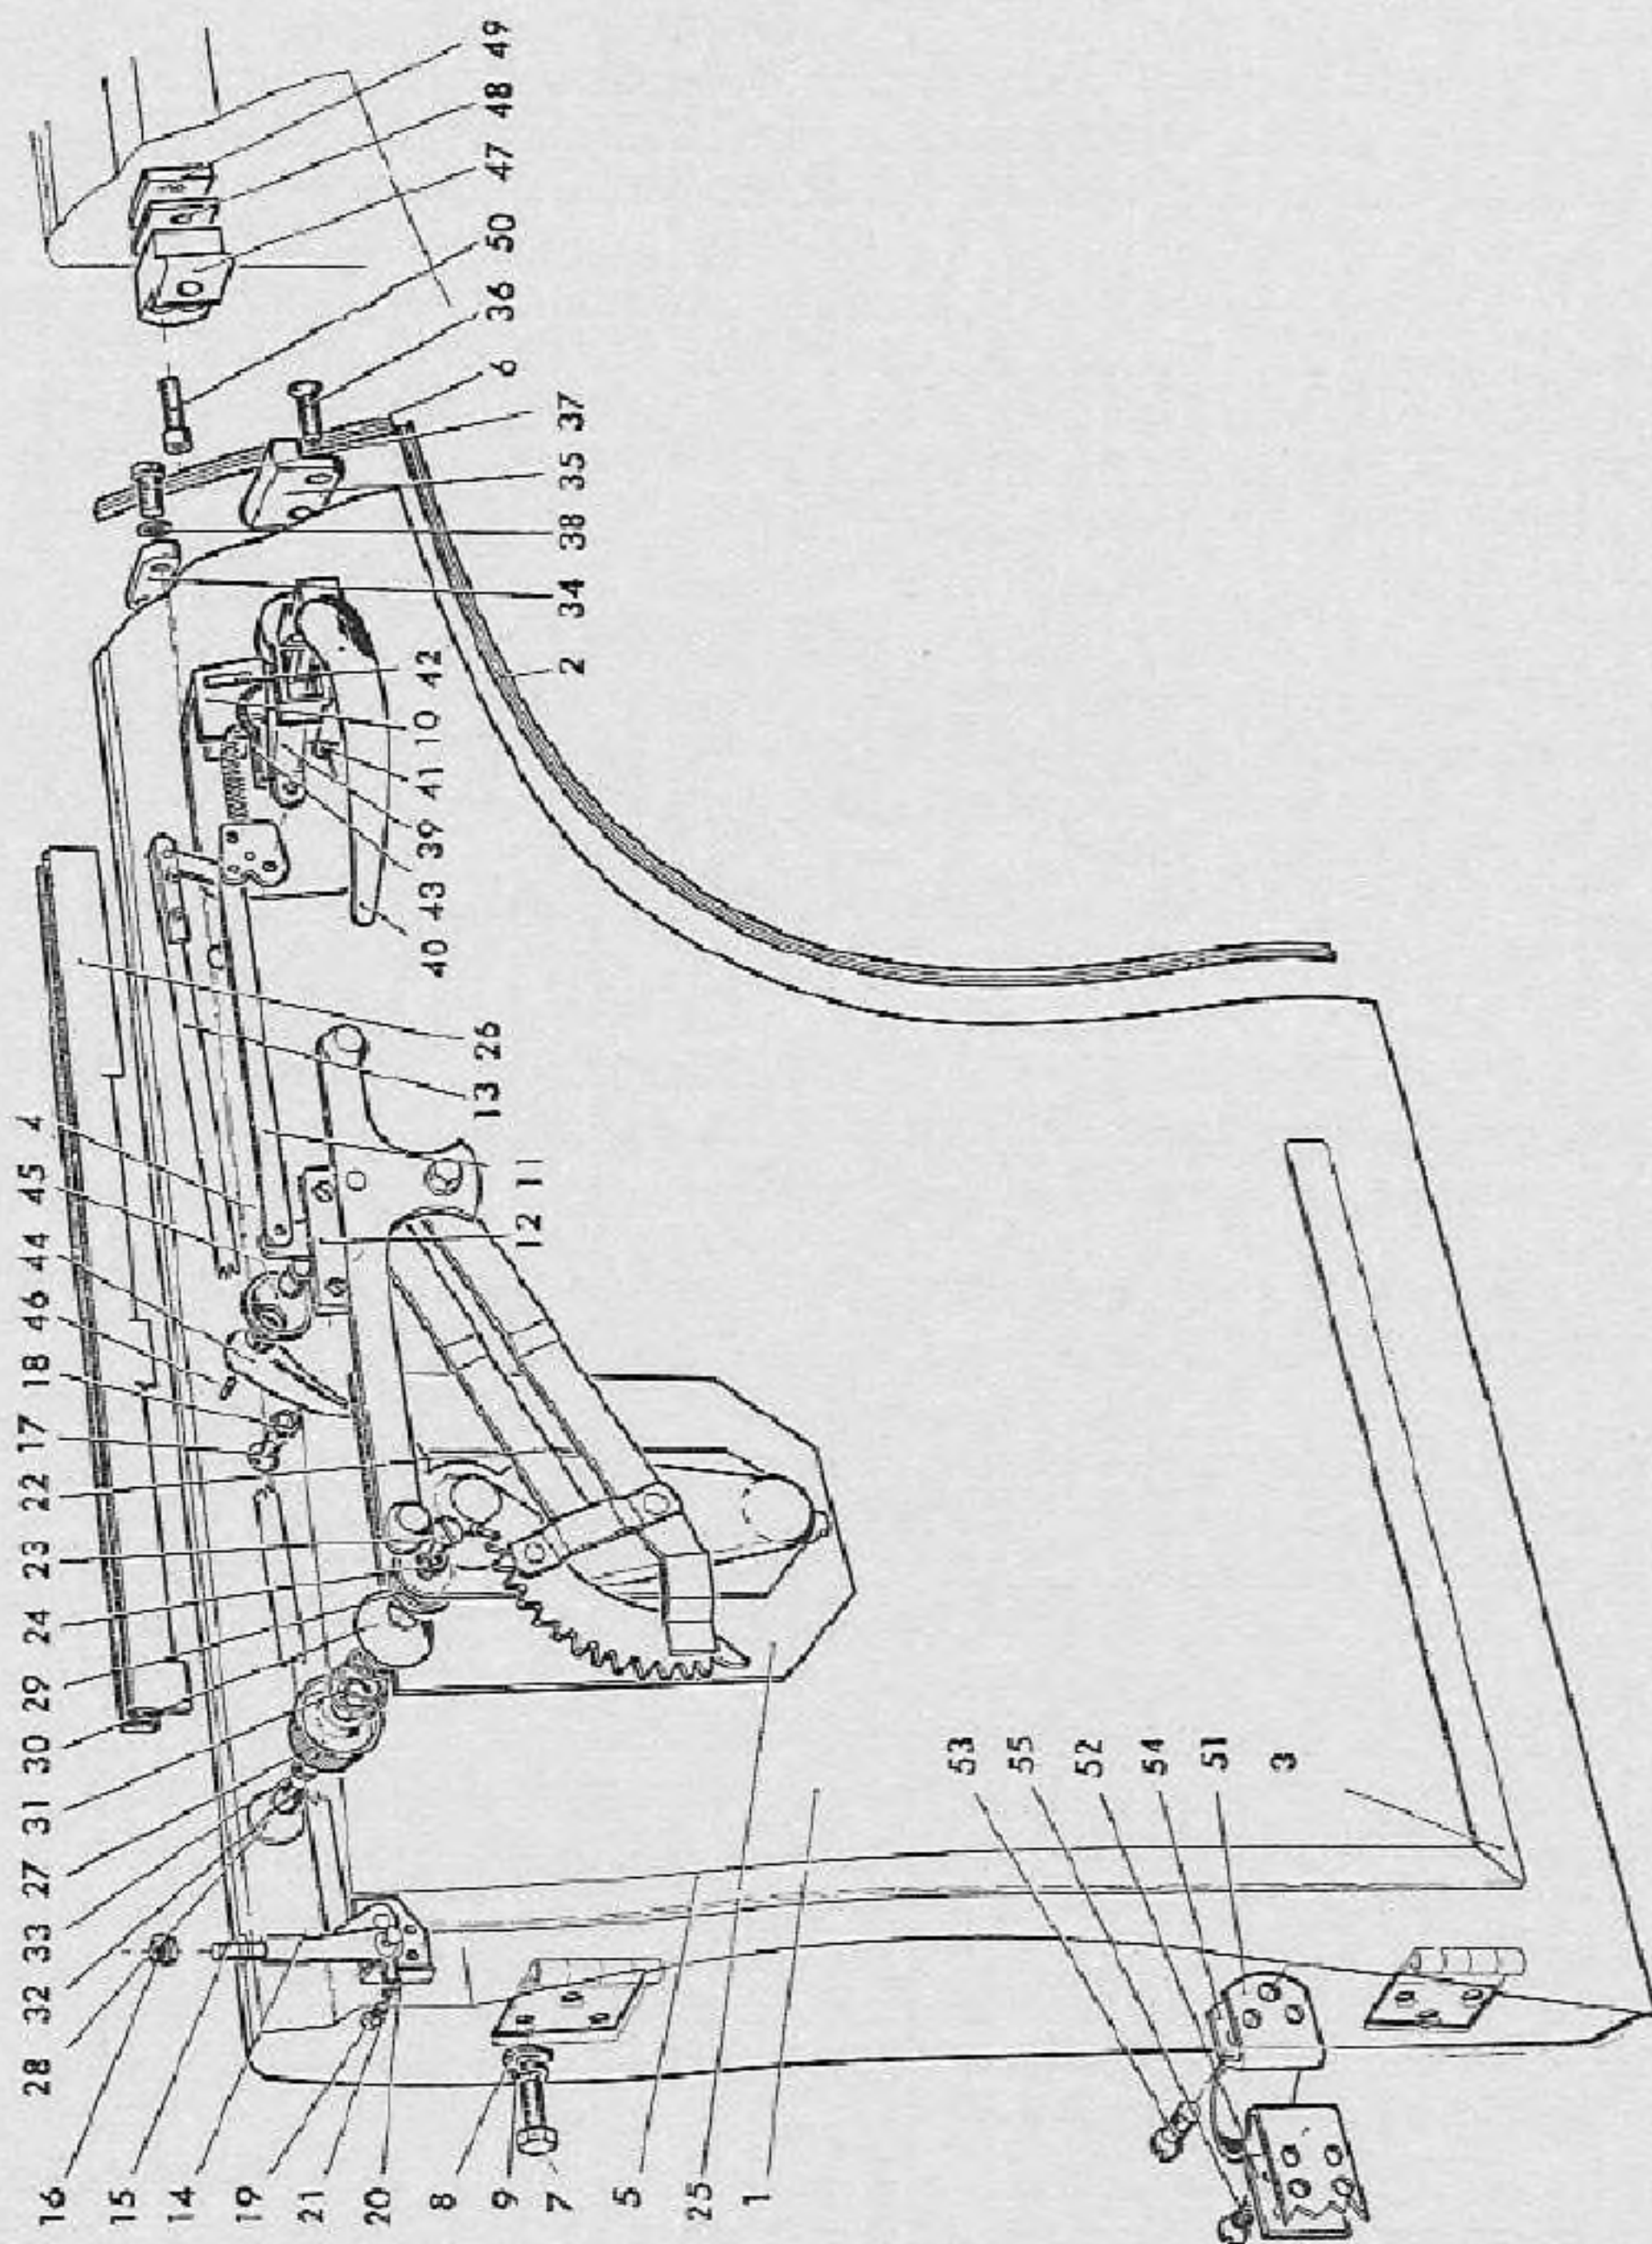
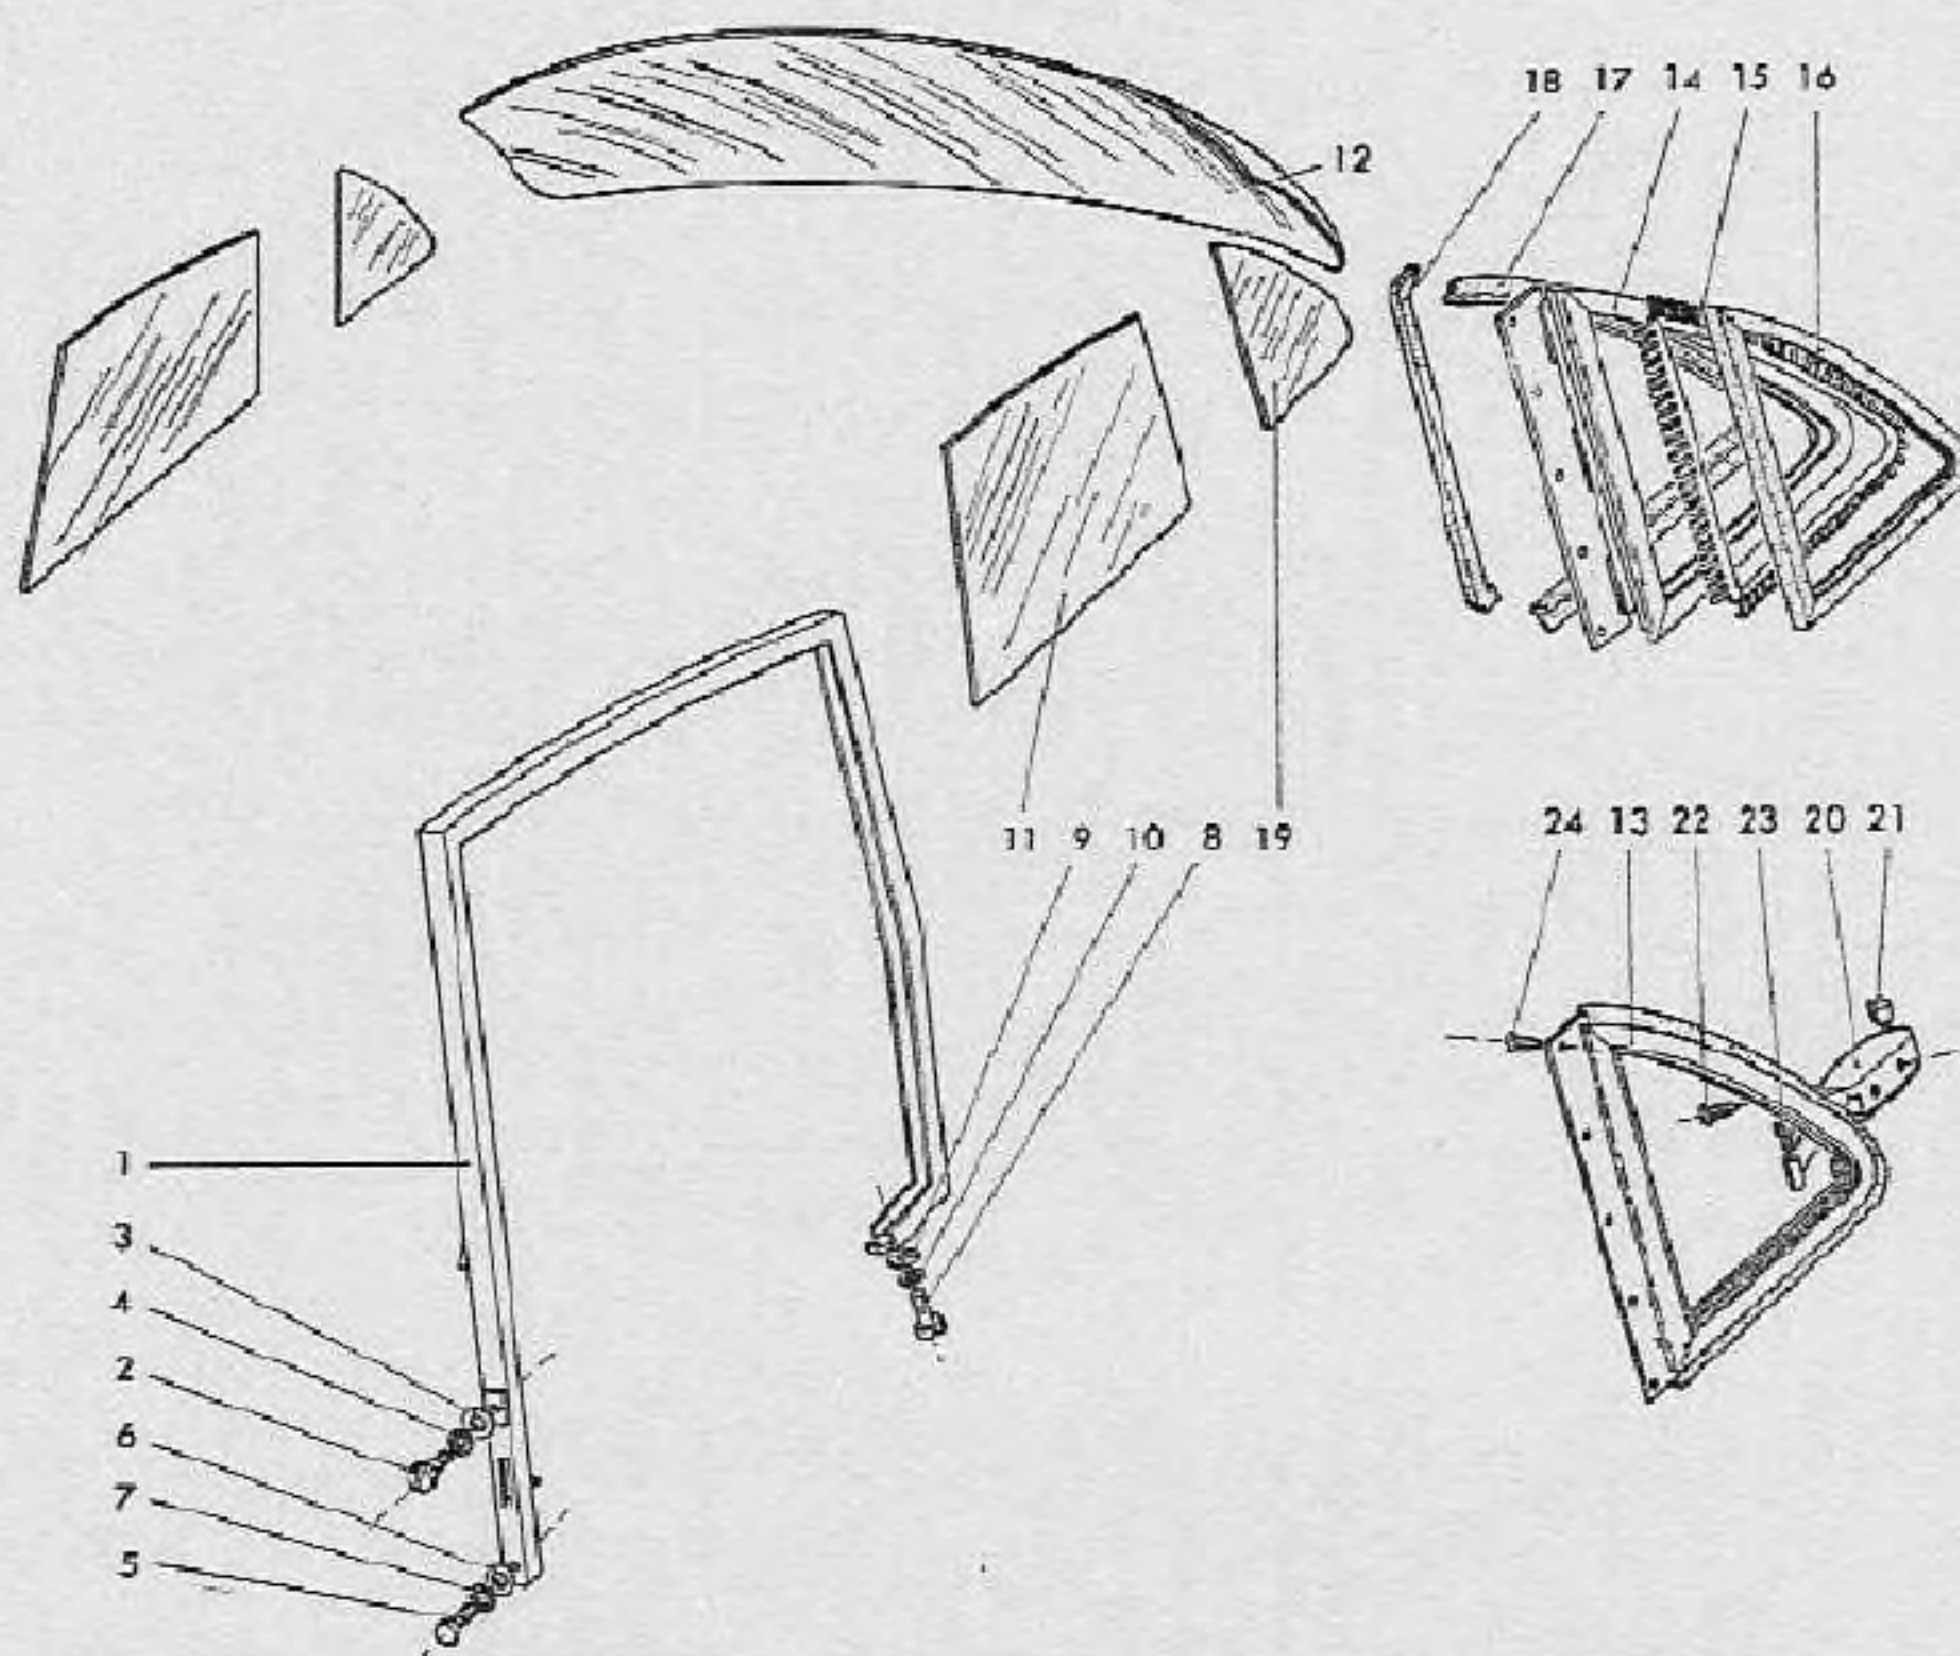

Fig. 229. — Puerta trasera izquierda del Sedan AU 1000 4p.
Fig. 230. — Ventanillas laterales traseras y cristales posteriores del Sedan AU 1000 4p.
1. Quitar las manijas interiores de los mecanismos de cerradura y aparato elevador. La manija de la cerradura se desmonta ejerciendo presión sobre la roseta (45, fig. 229) hasta dejar al descubierto la clavija 46, la cual se extrae de su alojamiento con un punzón fino. La ruedecilla de mando del aparato elevador se desmonta quitando el ornamento 28, con lo que se deja al descubierto la cabeza del tornillo de fijación; desenroscarlo y quitar la ruedecilla.
2. Quitar la placa de sujeción (54) del tirante sujetador de la puerta.
4. Quitar los tornillos de fijación del marco (2, 5 y 8, fig. 230).
5. Aflojar la tuerca de fijación de la pieza guía de los brazos (22, fig. 229) del aparato elevador.
Para desmontar la ventanilla giratoria trasera quitar los tornillos 24 (fig. 230) que fijan la aleta de la bisagra, habiendo sacado previamente el tornillo 23.